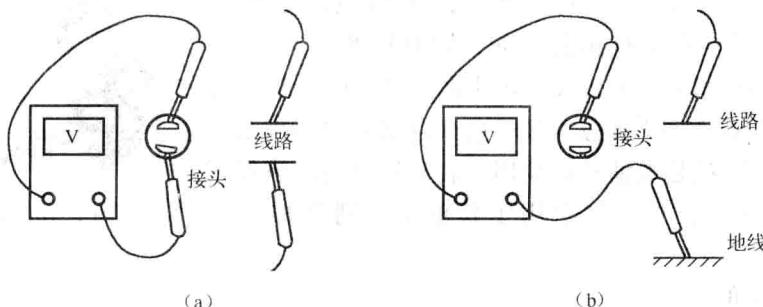

图 1-15 用万用表测量端子或线路的电压
(3) 电压法检查。当不便脱开线束两端测量电阻时，可以采用电压法进行测量。测量两个端子间或两条线路间的电压时，应将万用表的两个表笔与被测的两个端子或两根导线接触 [见图 1-15 (a)]；测量某个端子或某条线路的电压时，应将万用表的正表笔与被测的端子或线路接触，而将万用表的负表笔与地线接触 [见图 1-15 (b)]。